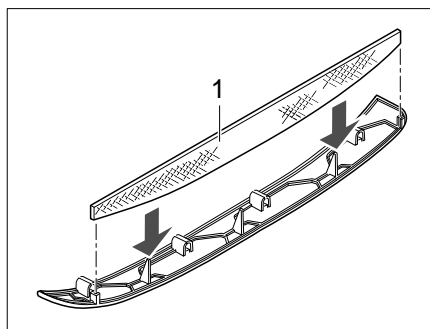
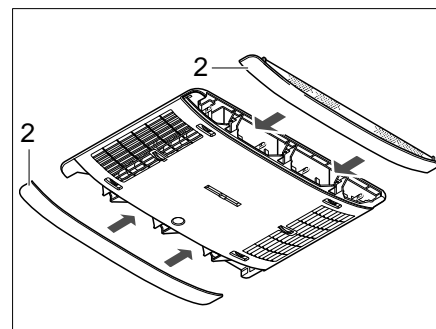

Bild 364 Flusenfilter Klimaanlage
Bild 365 Paneelen Klimaanlage
In den seitlichen Paneelen (Bild 365,2) befinden sich zwei Flusenfilter. Die Flusenfilter müssen in regelmäßigen Abständen, mindestens jedoch alle 6 Monate, gereinigt und bei Bedarf gewechselt werden.
- Paneele (Bild 365,2) vom Luftverteiler abziehen und Flusenfilter (Bild 364,1) reinigen oder bei Bedarf wechseln.